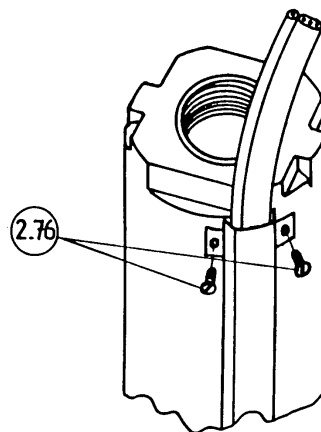

fig. 10
- Dévisser les deux vis (2.76) de fixation du protège-câble (fig. 10).